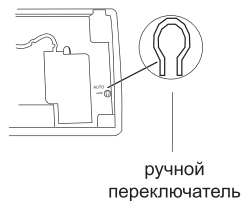

рис.5.6
- 5.6.1 В случае утери или выхода из строя беспроводного пульта управления возможно включение / выключение кондиционера при помощи аварийного переключателя (см. рис. 5.6).